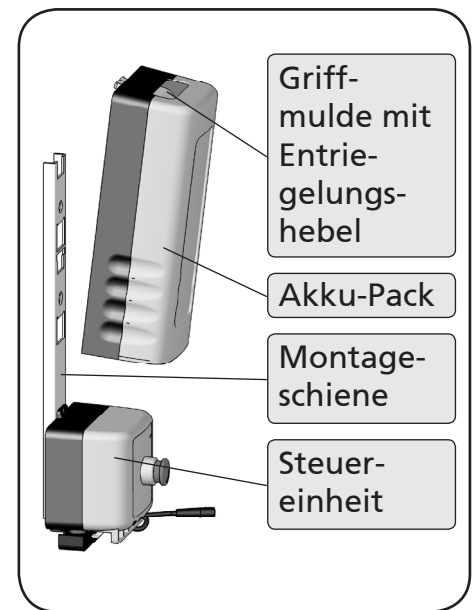

Abbildung 20
1. Greifen Sie von oben in die Griffmulde am Akku-Pack und ziehen Sie mit den Fingern den Entriegelungshebel nach oben (Abbildung 20).
2. Ziehen Sie gleichzeitig den Akku-Pack ein Stück von der Montageschiene weg und dann nach oben aus der Halterung heraus (Abbildung 20).